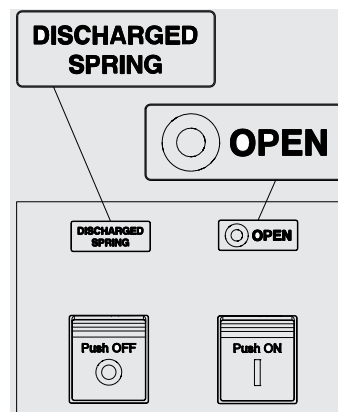

Abbildung 49
1. Leistungsschalter aus mit entspannten Federn (siehe Abbildung 49).